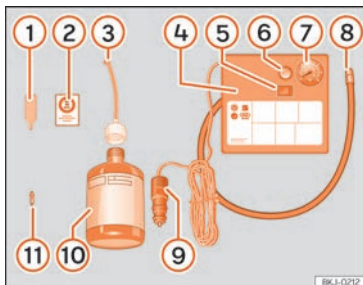

Fig. 33 Representación estándar: contenido del kit antipinchazos.
El kit antipinchazos se encuentra en el compartimento del maletero bajo el revestimiento del suelo. Incluye los siguientes componentes » fig. 33:
- Desenrosque la caperuza y el obús de la válvula del neumático. Utilice el aparato » fig. 33 ① para extraer el obús. Colóquelo en una superficie limpia.
- Agite con fuerza la botella de sellante de neumáticos » fig. 33 ⑩.
- Enrosque el tubo de inflado » fig. 33 ③ en la botella de sellante. El precinto de la botella se romperá automáticamente.
- Retire el tapón del tubo de llenado » fig. 33 ③ y enrosque el extremo abierto del tubo en la válvula del neumático.
- Vuelva a colocar el obús con el aparato » fig. 33 ① en la válvula del neumático.
- Enrosque el tubo de inflado del neumático del compresor » fig. 33 ⑧ en la válvula del neumático.
- Compruebe que el tornillo de evacuación de aire está cerrado » fig. 33 ⑥.
- Acople el conector » fig. 33 ⑨ a toma de corriente de 12 voltios del vehículo » pág. 165.
- Conecte el compresor de aire con conmutador ON/OFF » fig. 33 ⑤.
- Pegue el adhesivo »» fig. 33 ② en el cuadro de instrumentos, dentro del campo visual del conductor.
Vuelva a enroscar el tubo de inflado »» fig. 33 ⑤ y compruebe la presión en el manómetro ⑥.